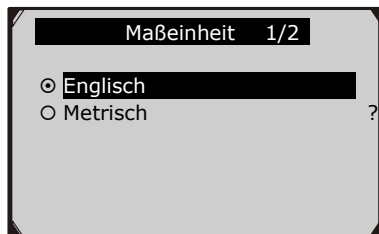

Abbildung 3.6
- 2) Von Maßeinheit Bildschirm benutzen Sie die **AUF/RUNTER** Tasten um die gewünschte Maßeinheit zu wählen. (Abbildung 3.6)